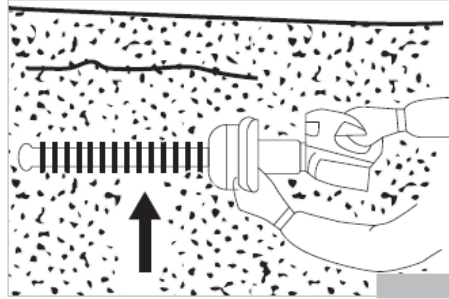

Рисунок 8
-- Перед виконанням робіт поверніть рукоятку в зручне для Вас положення. Див. розділ 3.4 "Встановлення положення рукоятки". Щоб рівномірно підрізати бокову частину живоплоту, рекомендується проводити підрізування у напрямку знизу вгору. (Рис. 8).